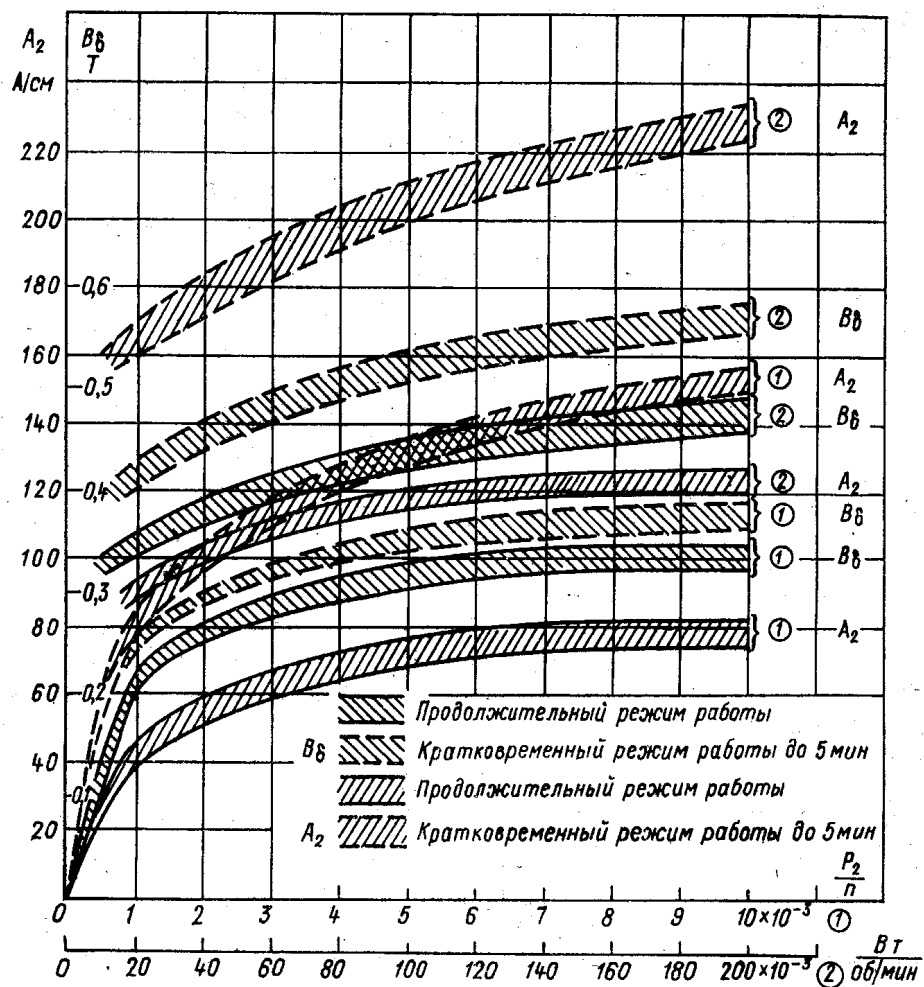

Рис.2. Индукция в воздушном зазоре и линейная нагрузка якоря
6). Индукция в воздушном зазоре по рис. 2 для $\frac{P_2}{n} = \frac{\text{Вт}}{\text{об / мин}}$ составляет $B_\delta = \text{Тл}$